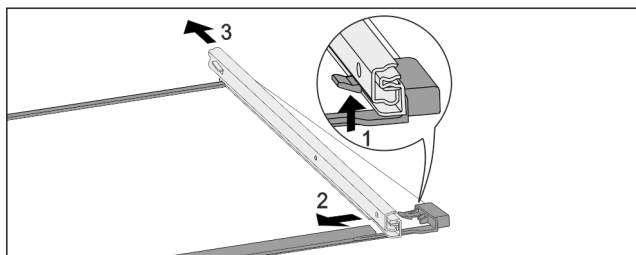

Fig. 157 Стеклопанель с направляющими
- ▶ Отожмите передний стопорный крючок вверх. Fig. 157 (1)
- ▶ Сдвиньте выдвижную направляющую в сторону Fig. 157 (2) и назад Fig. 157 (3).